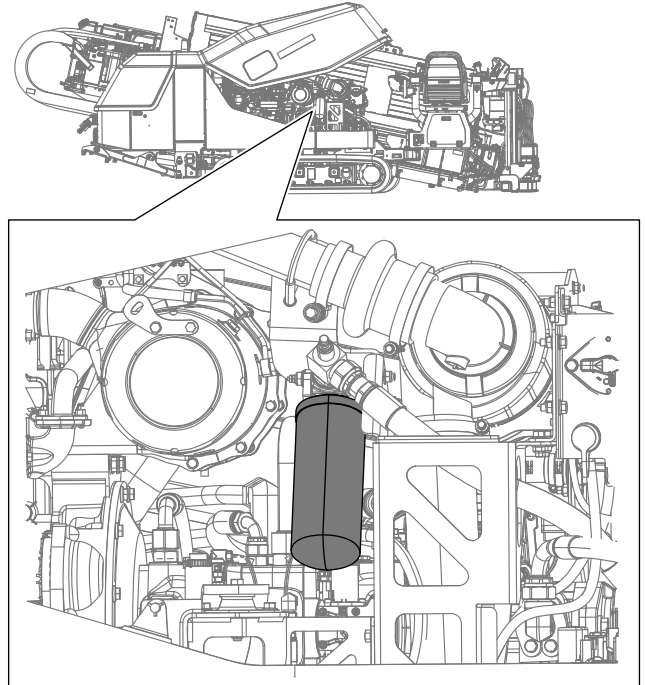

Figure 114
4. À l'aide d'une clé pour filtre, déposez le filtre de charge hydraulique (Figure 114).